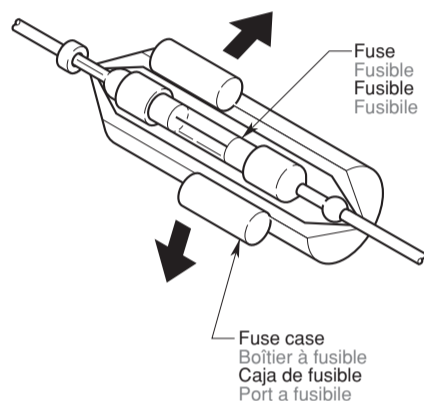

Figure 10 / Figure 10 / Figura 10 / Figura 10
4. To replace the fuse, open the lock on the source unit side, remove the old fuse and insert the new one. (Figure 10)
4. Pour remplacer le fusible, ouvrir le loquet sur le côté de l'appareil pilote, retirer l'ancien fusible et insérer le fusible neuf. (Figure 10)